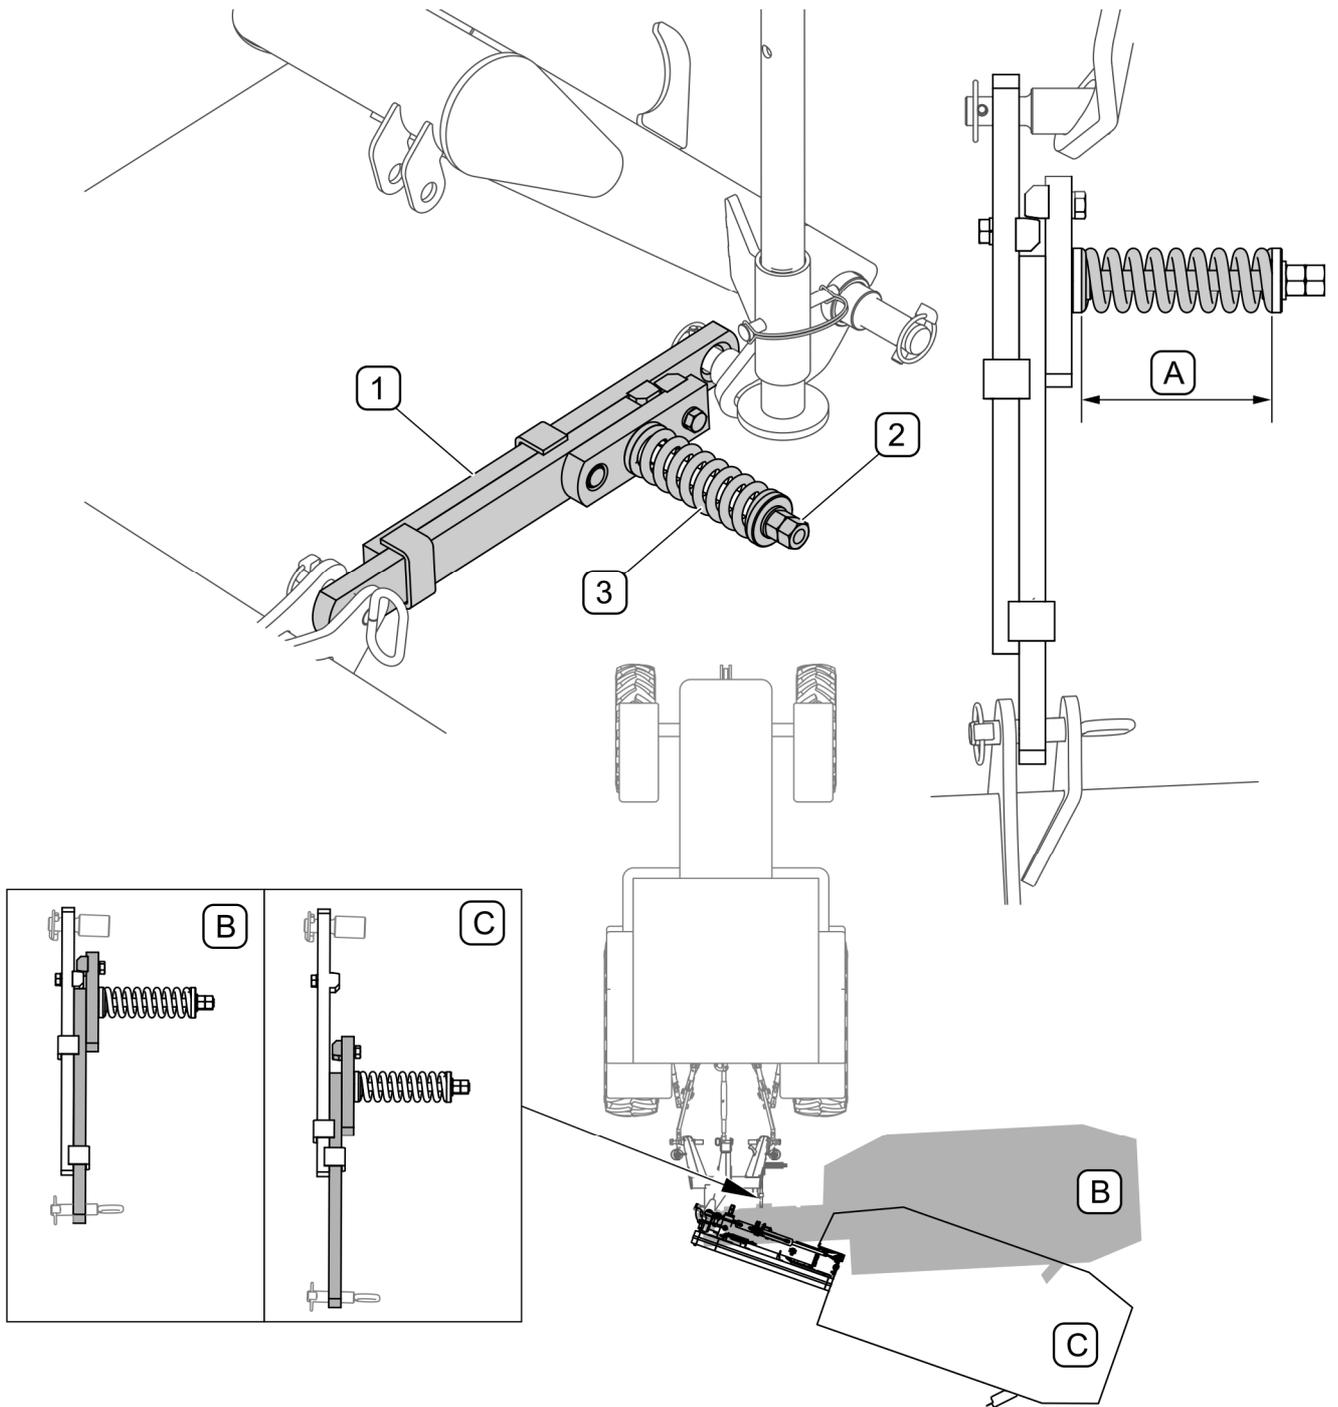

FIGURE 4.14 Crochet de sécurité
La faucheuse PDK220 est équipée d'une protection qui protège la machine contre les dommages résultant d'un choc avec un obstacle (FIGURE 4.14). En cas de rencontre avec un obstacle, le bras de support avec l'unité de coupe bascule vers l'arrière (C). Dans ce cas, arrêtez le tracteur et coupez l'entraînement, puis faites marche arrière jusqu'à ce que le crochet de sécurité se verrouille en position initiale (B).
Le crochet de sécurité (FIGURE 4.14) est réglé en usine de manière à ce que la longueur du ressort comprimé (3) soit A=132 mm. En cas d'activation injustifiée du crochet de sécurité trop souvent, vous pouvez utiliser l'écrou (2) pour réduire la dimension (A) du ressort de 1 à 2 mm.